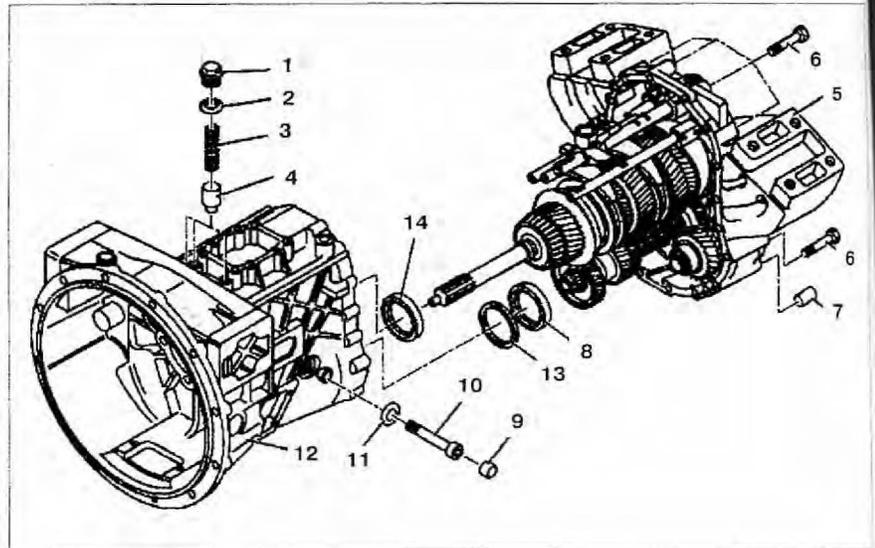

Рис. 4.58. Передняя часть коробки передач:
3. Открутите пробки **1** (рис. 4.58).